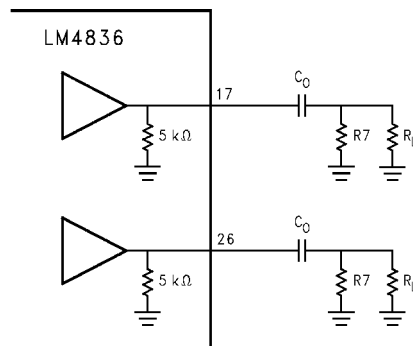

FIGURE 2. Resistor for Varying Output Loads
この Dock 出力回路は内蔵ボリューム制御回路の前段に置かれています。そのため Dock 出力信号の振幅は、内蔵ボリューム制御部の入力信号の大きさと等しくなり、調整することはできません。ただし、入力アンプの閉ループ利得は、外付け抵抗を使用して調節できます。これらの抵抗は Figure 2 では  $20\text{k}\Omega$  となっています。この抵抗により各入力アンプの利得が  $-1$  に設定されています。式 (8) を使用して所望の利得が得られるよう入力抵抗と帰還抵抗との値を求めます。
パソコンではシステム・ビープ信号を生成して小形スピーカを鳴らします。ビープ音の目的は、ユーザの注意を惹いたり入力促したりすることにあります。こうしたシステム警告信号に対応できるよう、LM4836 では、ビープ信号を入力するモノラル入力端子を端子 11 (TSSOP パッケージ) に設けてあります。この入力部に内蔵されているレベル検出回路でビープ信号の大きさを監視します。 $V_{DD}/2$  よりも大きな信号レベルが端子 11 (TSSOP パッケージ) に検出されると、ブリッジ出力アンプが作動します。すると、ビープ信号が増幅され、出力アンプに接続されている負荷に印加されます。ミュート状態になっていても、適正レベルのビープ信号が負荷に印加されます。ビープ信号の大きさを変えたいときは、Beep In 端子とステレオ入力端子との間に接続する各入力抵抗の値を変えてください。これらの抵抗は Figure 2 では 200k $\Omega$  となっています。ビープ信号の利得を下げるときは、それより高い値の抵抗を使用します。この抵抗がないと、ビープ信号はステレオ入力端子に入力されません。Beep In 端子はビープ信号の大きさを検出するためだけに使用されます。Beep In 端子に入力された信号は出力アンプには送られません。LM4836 のシャットダウン・モードは、システム警告信号を Beep In 端子に印加する前に解除しなければなりません。